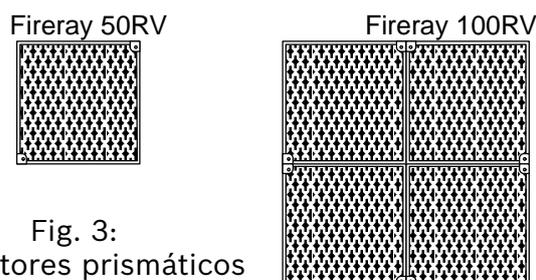

Fig. 3:
- Cada reflector se fija mediante dos taladros de montaje (\varnothing 3 mm). Colocar los cuatro reflectores para el Fireray 100RV de tal modo que no existan taladros de montaje en el centro (ver fig. 3).